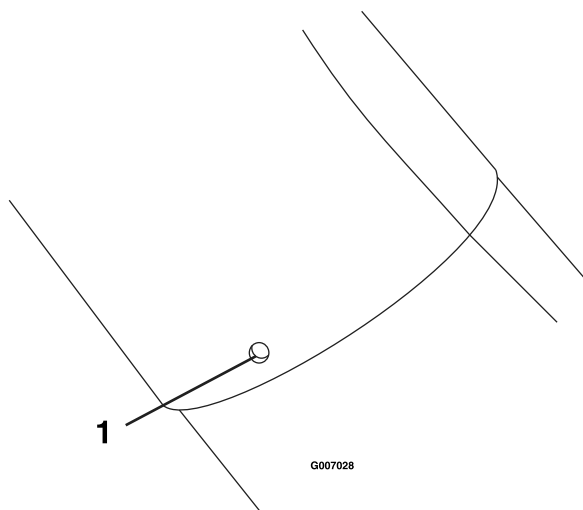

Figure 20
9. Percez des trous de 5,7 mm (7/32 po) de diamètre dans le tube inférieur en vous servant des trous du tube supérieur comme référence (Figure 20).